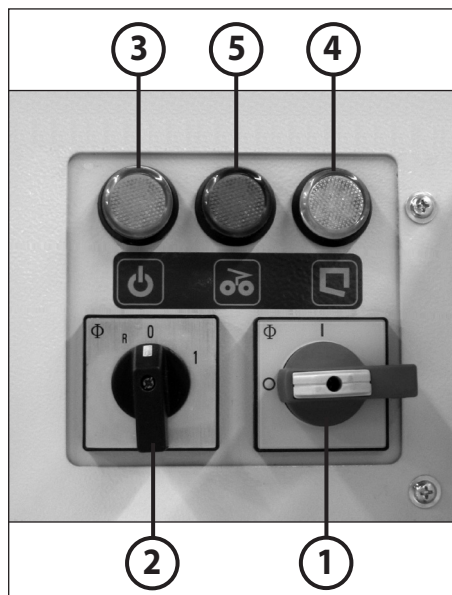

fig. 11
1. La taglierina si blocca. La spia di controllo (4) (fig. 11) si accende.
Distribuire il materiale riportato indietro e continuare la trinciatura con meno materiale. Per permettere questo, la macchina, tramite l'interruttore rotante (2) (fig. 11), deve essere prima disinserita (pos. „0”) e poi reinserita (pos. „1”).